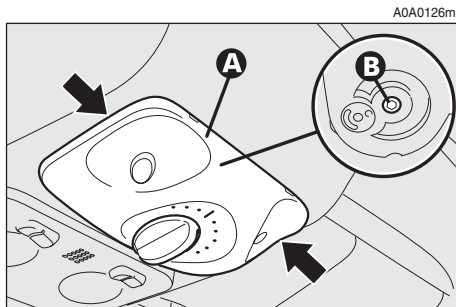

fig. 157
- en faisant levier aux points indiqués par les flèches, enlever l'écusson **A-fig. 157**;